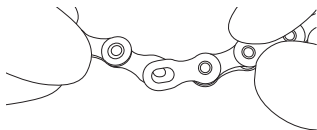

Fig.12
- Quite el C-Link™, tanto del lado interno como del externo (Fig. 12).